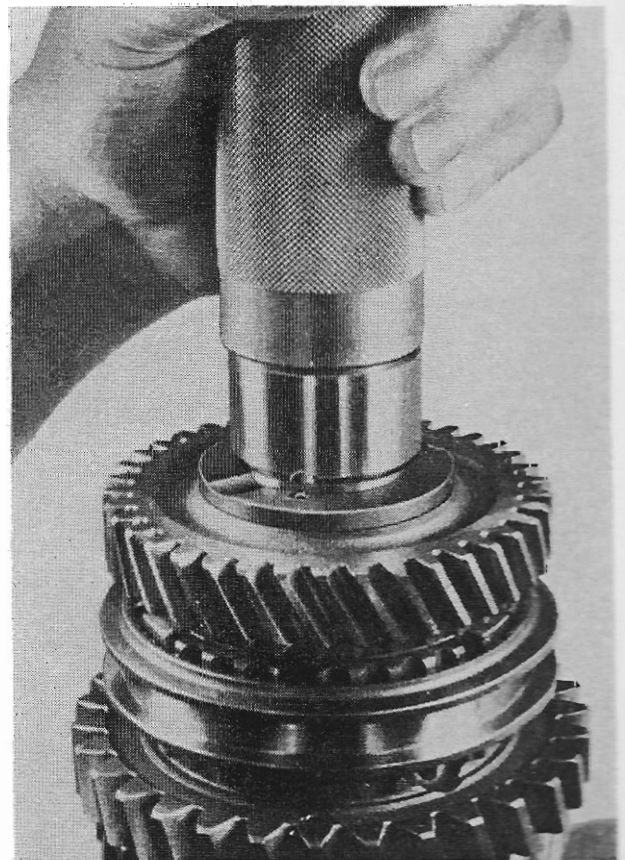

Abb. 40
12. Innenring (411) mit Eindrückbüchse 3 aufpressen (Abb. 40). Dabei ist zu beachten, daß die Ausfräsung an der Stirnseite des Innenringes über dem Zylinderstift steht.